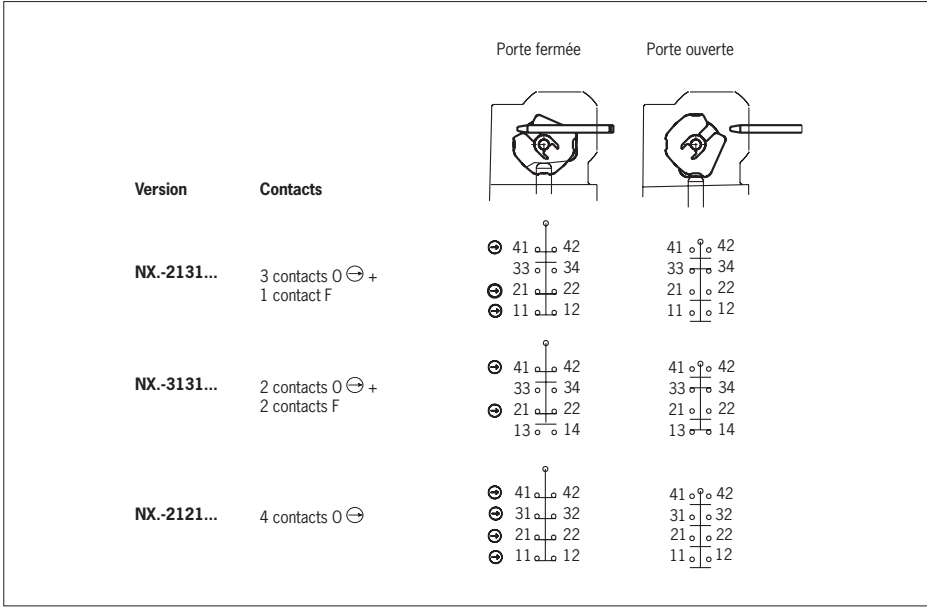

Fig. 3 : Éléments de commutation et fonctions de commutation
3. Effectuer le raccordement et serrer les bornes au couple de 0,5 Nm (affectation des contacts, voir Fig. 3).